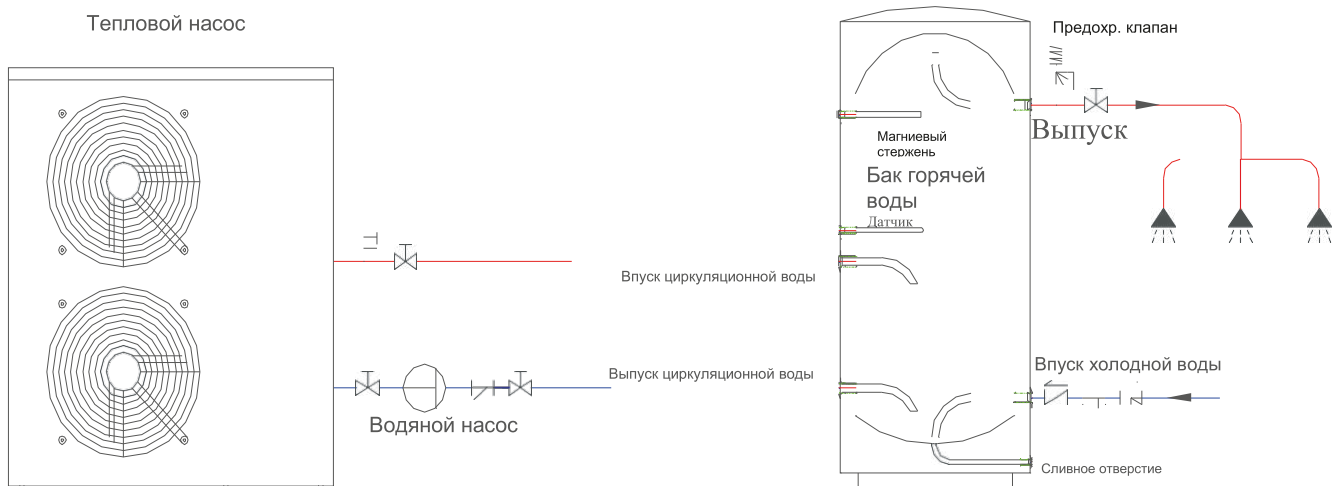

Рис. 7.
- 1) Схема установки системы см. рис. 7.